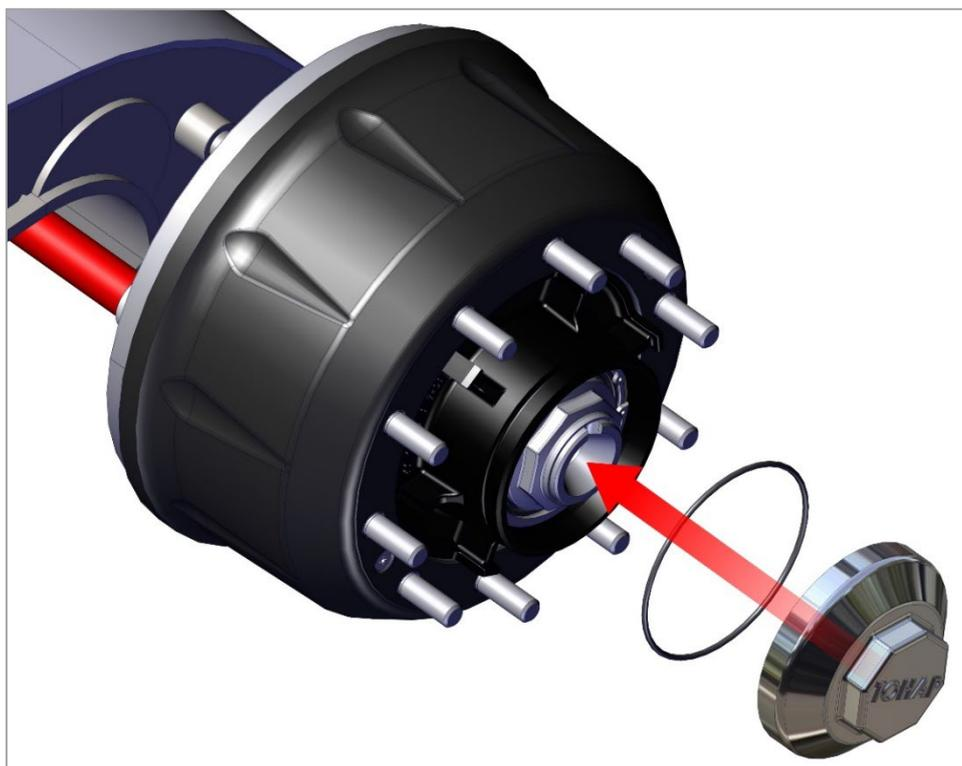

Рис. 26. Монтаж крышки ступицы колеса с резиновым уплотнительным кольцом.
3) Установите крышку ступицы колеса с резиновым уплотнительным кольцом (рис. 26).